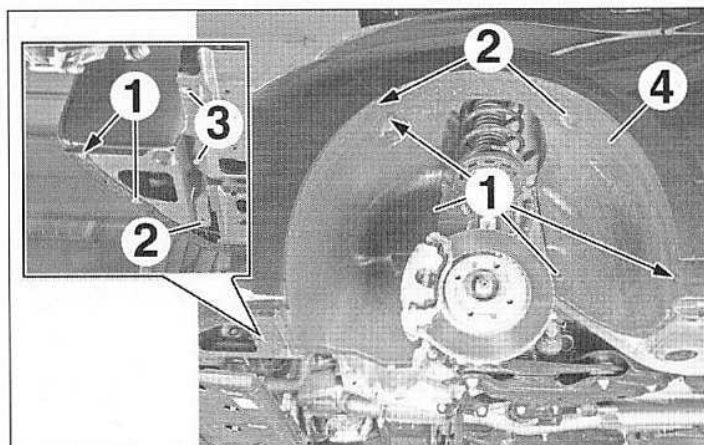
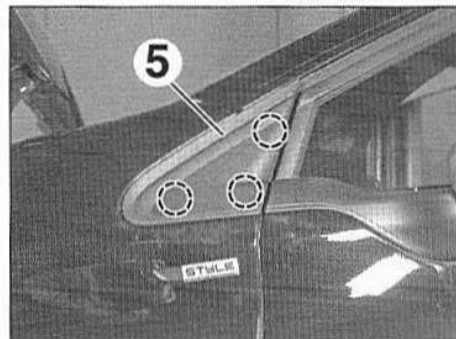

FIG.109
FIG.112
- Du côté concernée, déposer (Fig.109) :
- les agrafes (1),
- les vis (2),
- selon équipement, les vis (3),
- le pare-boue (4).
- les agrafes (1) (Fig.109),
- Dégrafer et déposer la garniture (5) (Fig.112).